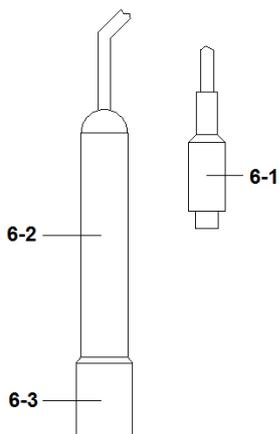

Fig. 3
- 1) Préparer la sonde de conductivité (incluse), et connecter la sonde à l'entrée CD de l'appareil (3-15, Fig.3).
- 3) Maintenir le corps de la sonde (6-2, Fig.3) et immerger la tête de la sonde entièrement dans la solution à mesurer. Secouer la sonde afin de supprimer les bulles d'air.
- 3) Maintenir le corps de la sonde (6-2, Fig.3) et immerger la tête de la sonde entièrement dans la solution d'étalonnage. Secouer la sonde afin de supprimer les bulles d'air. L'afficheur indique la valeur de la conductivité mS(μ S).